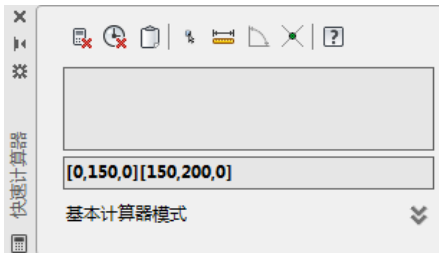

图 5-26 取两点坐标
- 2) 在快速计算器中按下从屏幕上取坐标按钮, 选择第一个圆的圆心, 得到其坐标。用相同的方法得到第二个圆心的坐标, 如图 5-26 所示。